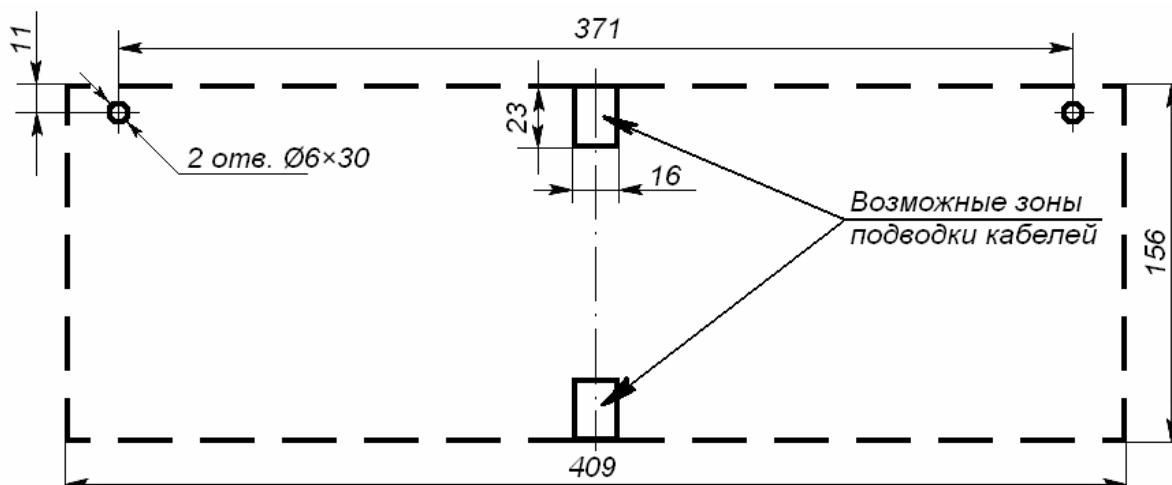

Рисунок 4 Схема разметки для установки ТСВ
- производить разметку установочных отверстий в соответствии с рис. 4;
8.4.2 Произведите разметку и разделку отверстий на установочной поверхности для крепления ТСВ и проводки всех кабелей (см. рис. 4). Установите в отверстия 6×30 пластиковые дюбели и вверните в них шурупы 4,2×25 так, чтобы головка шурупа отступала от стены на 5 мм.